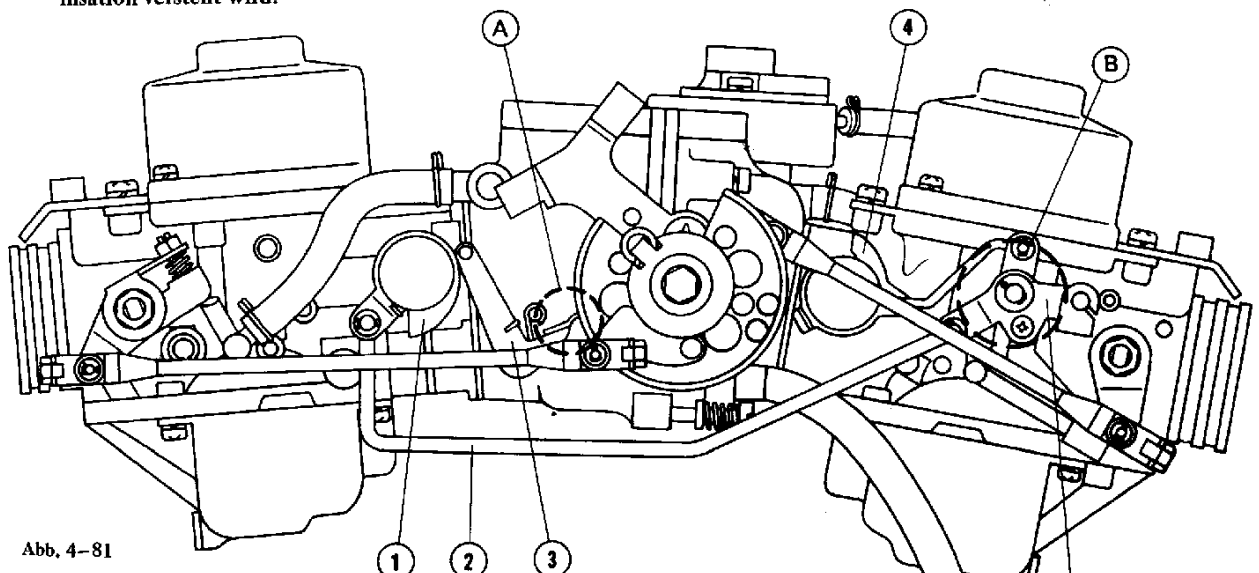

Abb. 4-81
3. Falls erforderlich, an der in Abb. 4-81 gezeigten Stelle "B" eine Einstellung vornehmen.
4. Die Schraube (6) lösen und das Starterklappengelenk bewegen, bis alle Klappen vollständig geschlossen sind.
5. Nachdem alle Klappen geschlossen sind, die Schraube (6) wieder festziehen.